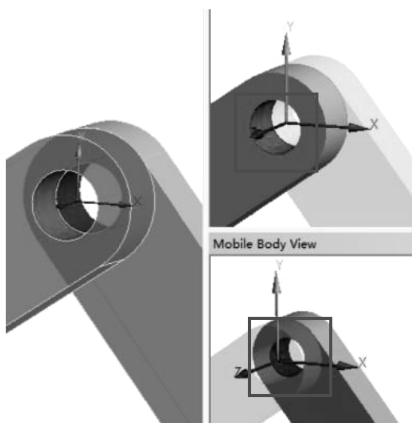

图 5-5 创建 Upper link 与 Front rod 连接
(4) 创建 Upper link 与 Front rod 连接: 单击【Connections】→【Joints】→【Body-Body】→【Revolute】, 在标准工具栏中单击 , 参考体选择 Upper link 孔内表面, 运动体选择 Front rod 另一端孔内表面, 如图 5-5 所示, 其他默认。